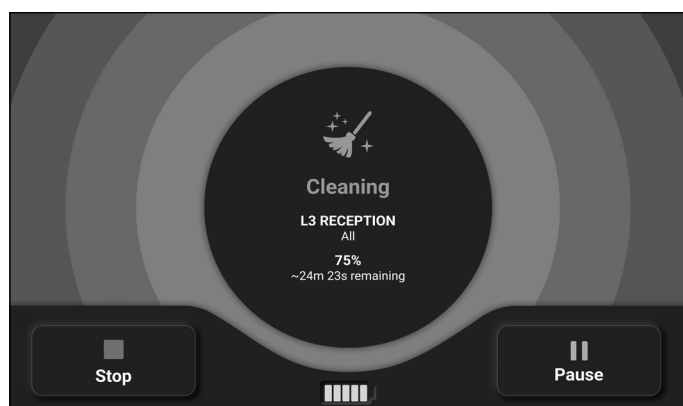

Figure 43
4. Pendant le nettoyage de la machine (**Fig. 43**), l'utilisateur peut mettre la machine en pause ou l'arrêter.